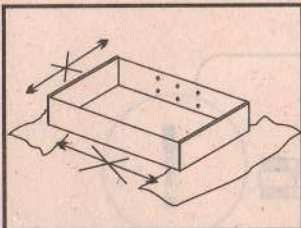
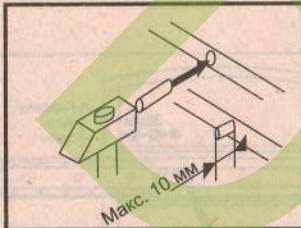

рис. 1
рис. 2
Сборку элементов мебели необходимо производить на мягкой и чистой поверхности (например, полотенце, одеяло), см. рис. 1. В отверстия диам. 8 мм, находящиеся по краям элементов, вбить шканты, см. рис. 2. (сквозные отверстия на стержне стяжки оставить свободными. Внимание: если Вы обнаружите, что какой-либо из шкантов выступает из отверстия на длину более 10 мм, его следует добить, заменить либо укоротить, поскольку при сборке он может повредить деталь.
- 4) Прикрепить с помощью саморезов части а металлических направляющих к бокам тумбы, смотрите рис. 2.
* До сборки тумбы прикрутить с помощью саморезов ответную часть направляющей к бокам тумбы, смотрите рисунок 1.